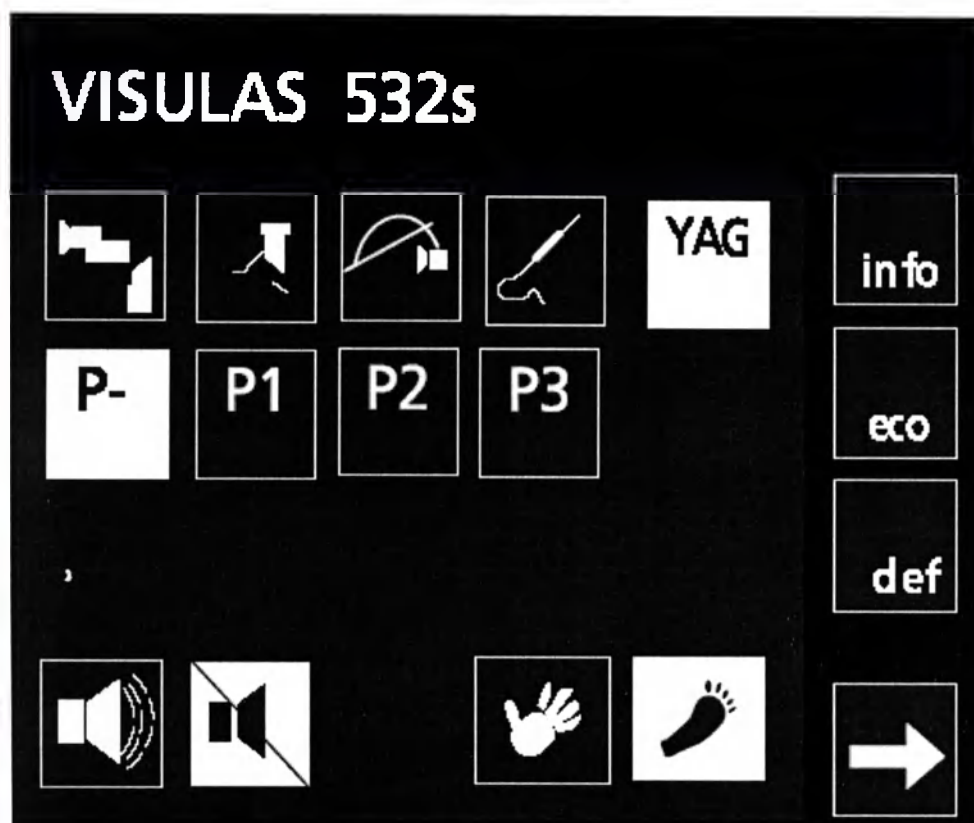

Рис.25 Главное меню
- ☐ По окончании проверки системы происходит автоматическое переключение на **Grundmenü** (Главное меню) (рис.25).